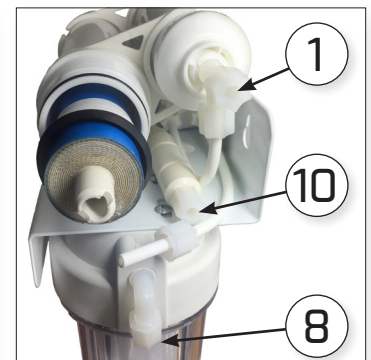

Bild 7.
- För in membranet enligt bild 7, tillse att det är ordentligt intryckt.
- Skruva på membranhusloppet (11) och återanslut slangen igen.